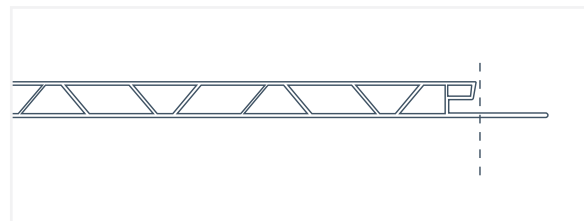

Fig. 43
6. Corte la brida del tornillo del panel de reemplazo lo más cerca posible del cuerpo del panel. Se recomienda utilizar tijeras para hojalatero para este paso (Fig. 43)